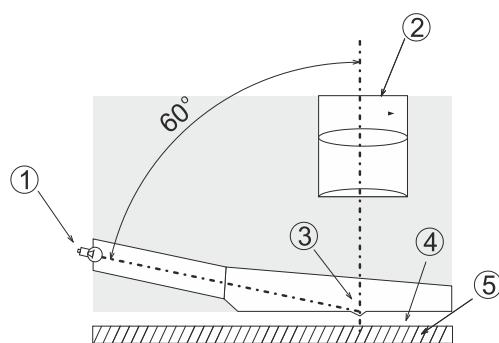

Рис. 2. Положение источника света.
*Площадь отпечатка должна освещаться источником света, расположенным таким образом, чтобы угол падения света превышал 60° (Рис. 2.). Микроскоп или лупа должны располагаться вертикально над отпечатком.*